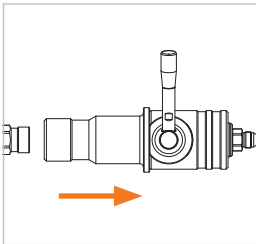

Abbildung 14
- ▶ Ziehen Sie den WEH® Servicenippel vorsichtig und gerade aus der Füllkupplung heraus (*Abbildung 14*).